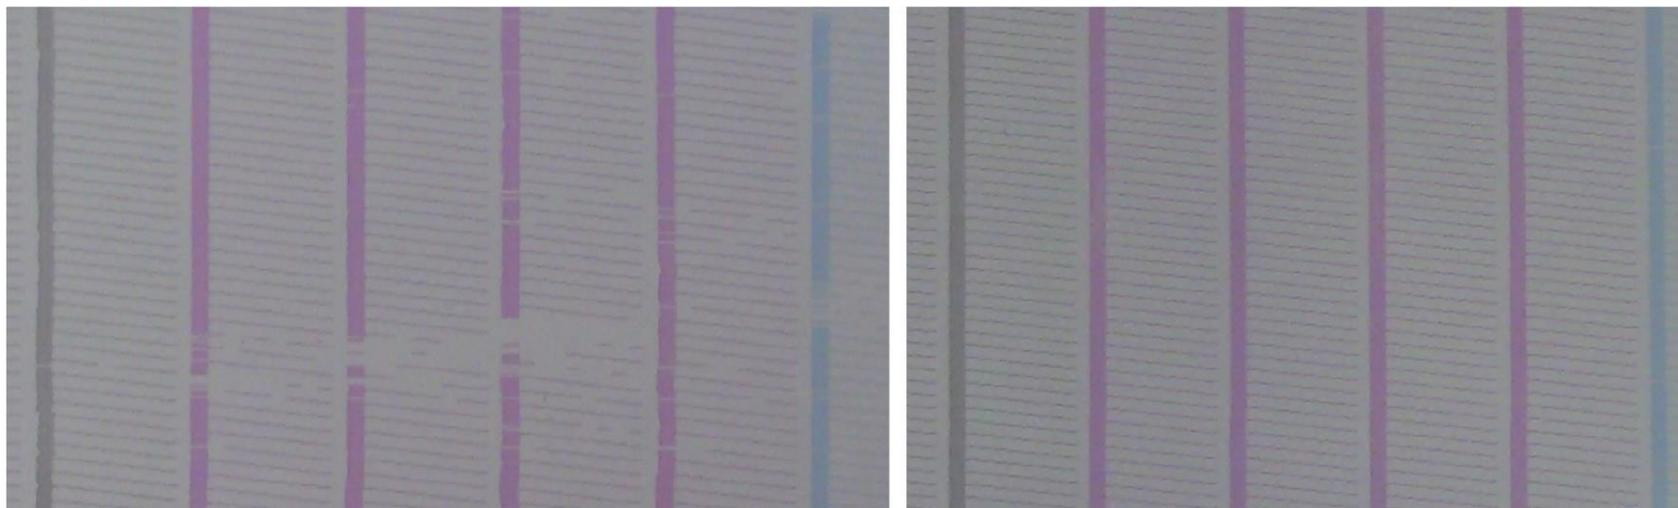

Рисунок 4-7. Тест печатных голов с выбитыми соплами (слева) и удовлетворительный тест после чистки (справа)
14. Из программы управления напечатайте тест голов **Nozzle Test** и оцените его, Рисунок 4-7.